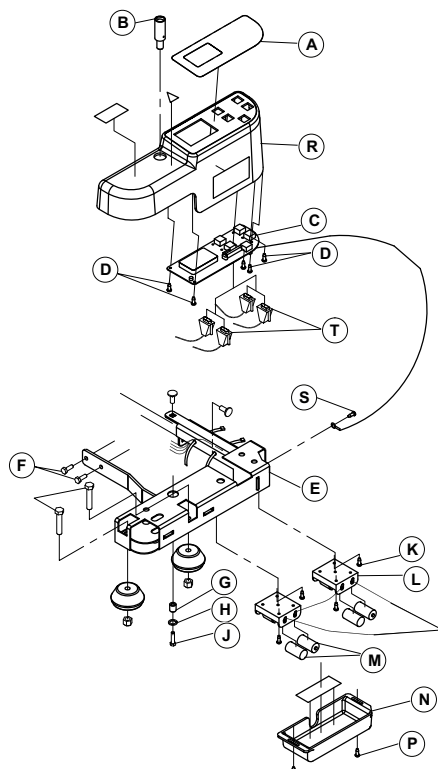

Figure 15 – Remplacement de la membrane du système de pesée
1. Glisser un petit tournevis à fente sous la membrane (A) et soulever pour retirer (Figure 15). Faire preuve de prudence lors de l'insertion du tournevis sous la membrane pour éviter de rayer la pièce en plastique.
5. À l'aide d'une clé mixte de 9/16 po, retirer le boulon (J), la rondelle (H) et l'entretoise (G) qui fixent la douille supérieure fixe (B) au support pour accessoires (Figure 15). Conserver le boulon, la rondelle et l'entretoise.
9. À l'aide d'un tournevis cruciforme n° 2, retirer les cinq vis (D) qui fixent la carte de commande (C) au couvercle (Figure 15). Retirer et conserver la carte de commande. Conserver les vis. Jeter le couvercle.
7. À l'aide d'une pince diagonale, couper les serre-câbles qui fixent le câble à la plaque inférieure et au support pour accessoires (E) (Figure 15).
9. À l'aide d'un petit tournevis plat, retirer les connecteurs du câble de la cellule de pesage (T) de la carte de commande (Figure 15).
12. À l'aide d'un tournevis cruciforme n° 2, retirer les cinq vis (D) qui fixent la carte de commande (C) au couvercle du support pour accessoires (Figure 15). Retirer et jeter la carte de commande. Conserver les vis.